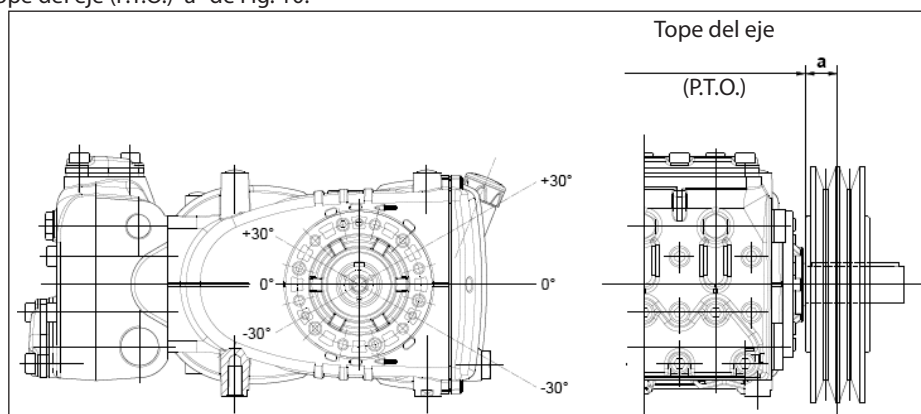

Fig. 10
La carga radial sobre el eje no debe ser superior a 3000 N (valor necesario para definir el Layout). La transmisión es considerada adecuada si tal carga es aplicada a una distancia máxima  $a = 30$  mm del tope del eje (P.T.O) como se indica en la Fig. 10.
- b) Utilizar correas de alto rendimiento –por ejemplo **XPB** en lugar de **SPB**– ya que resultará necesario una cantidad inferior de correas en paridad de potencia transmitida y una consecuente distancia inferior de la resultante con respecto al tope del eje (P.T.O.) “a” de Fig. 10.